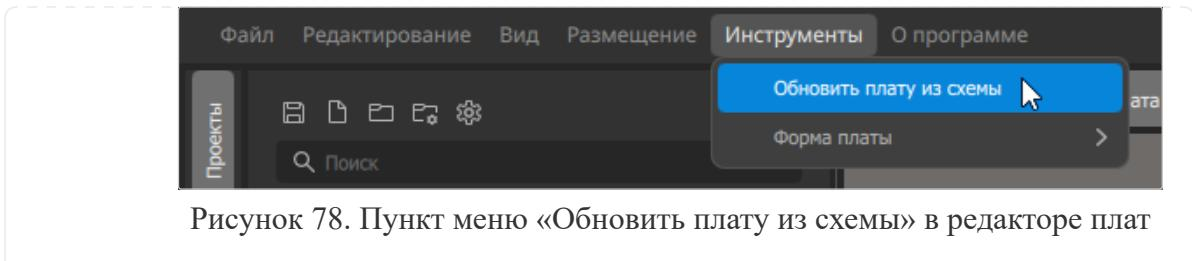

Рисунок 78. Пункт меню «Обновить плату из схемы» в редакторе плат
- 2) Синхронизацию также можно выполнить из редактора плат, вызвав команду меню «Инструменты» → «Обновить плату из схемы» (см. рисунок 78).